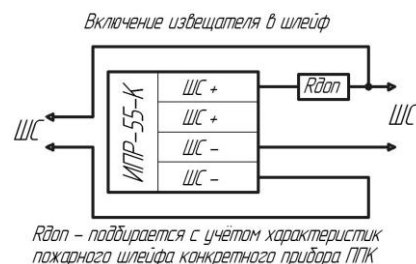

Рисунок 1. Включение извещателя в шлейф
5.2.3. Подключение проводов к клеммным соединениям производить в соответствии с полярностью, указанной на плате, по одной из схем согласно рис. 1 или 2.